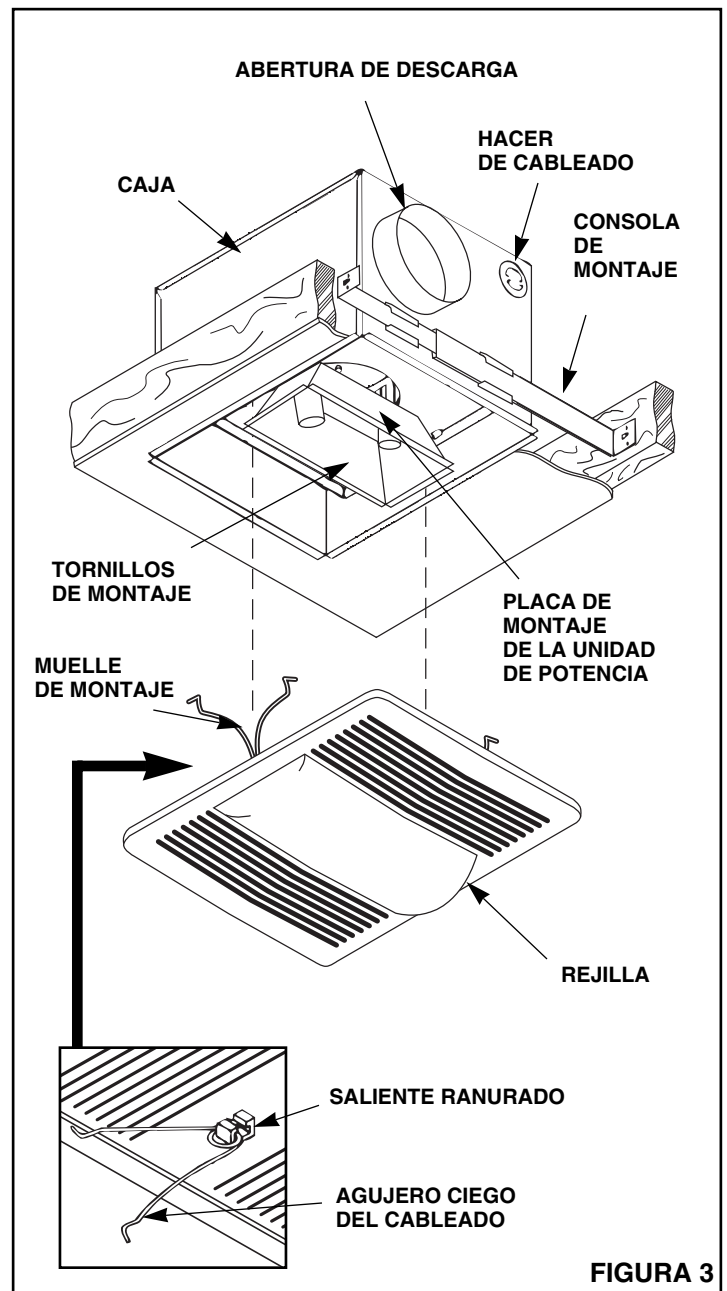

FIGURA 3
1. Refiérase a la Figura 3. Inserte las consolas para el montaje en cada uno de los extremos de la caja.
4. Refiérase a la Figura 3. Apriete los tornillos firmemente.
1. Refiérase a la Figura 3. Encaje a presión el bucle central de los muelles de montaje de la rejilla en el saliente ranurado de la parte posterior de la rejilla.